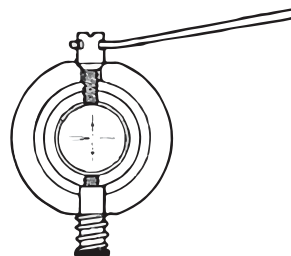

Abbildung 11
Entfernen Sie die Okularabdeckung (12). Drehen Sie die Einstellschraube mit dem Stift (Abb. 11), bis die Werte b_2' und b_2 übereinstimmen. Bringen Sie die Okularabdeckung wieder an.
Retire la tapa del ocular (12). Gire el tornillo de ajuste con el pasador (Fig. 11) hasta que los valores $b2'$ y $b2$ sean iguales. Vuelva a colocar la tapa del ocular.